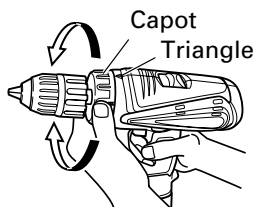

Fig. 9
## 5. Vérification de la position du capuchon. (Voir Fig. 9)
### (2) Indication du couple de serrage (Voir la Fig. 9).
### (3) Réglage du couple de serrage (Voir Fig. 9)